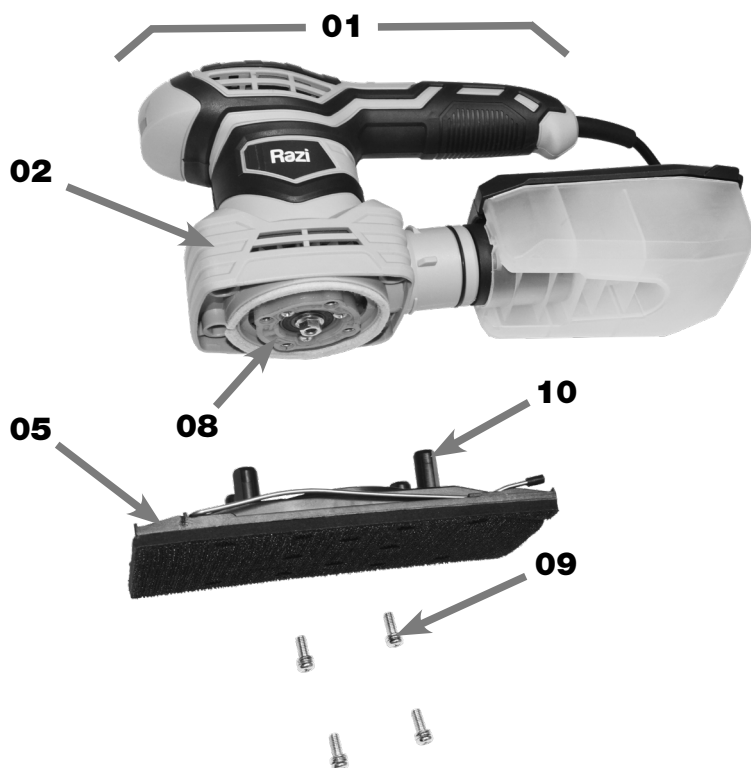

FIGURA 03 - Montagem da Placa Base Retangular à Carcaça
VERIFICAR se a tensão (Volts) da ferramenta elétrica é compatível da rede elétrica. Esta informação pode ser obtida tanto na Etiqueta fixada no Cabo Elétrico (19) (figura 01), como na Plaqueta de Identificação (20) (figura 03) fixada na lateral da Carcaça (02);
A primeira opção é o uso da **Lixadeira Orbital** (01) com a Placa Base Retangular (05). Ela é fixada por meio de 4 Parafusos de Fixação (09) na Base Vibratória (08), apoiado pelos 4 Pinos Flexíveis (10) encaixados na parte inferior da Carcaça (02) (figura 03). Estes Pinos Flexíveis (10) possuem flexibilidade para suportar os esforços provenientes da Placa Base Retangular (05) durante o processo de lixamento.